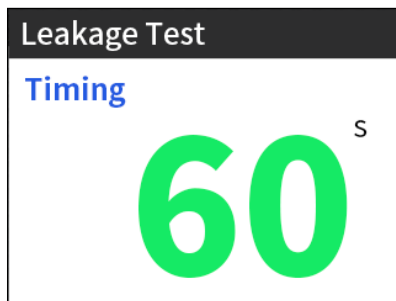

Рис. 5.6
- 2) Выберите режим Испытание на утечку [Leakage test] и нажмите кнопку [Старт]. Система начнет работать. Оцените утечки из форсунки по наличию капель на распылителе или их отсутствию. Обычно, не должно образовываться более одной капли в минуту. По умолчанию, продолжительность тестирования составляет 60 секунд, рис. 5.6. Давление при тесте на утечку превышает заводское значение на 10%. Давление можно отрегулировать нажатием кнопок [+] и [-].